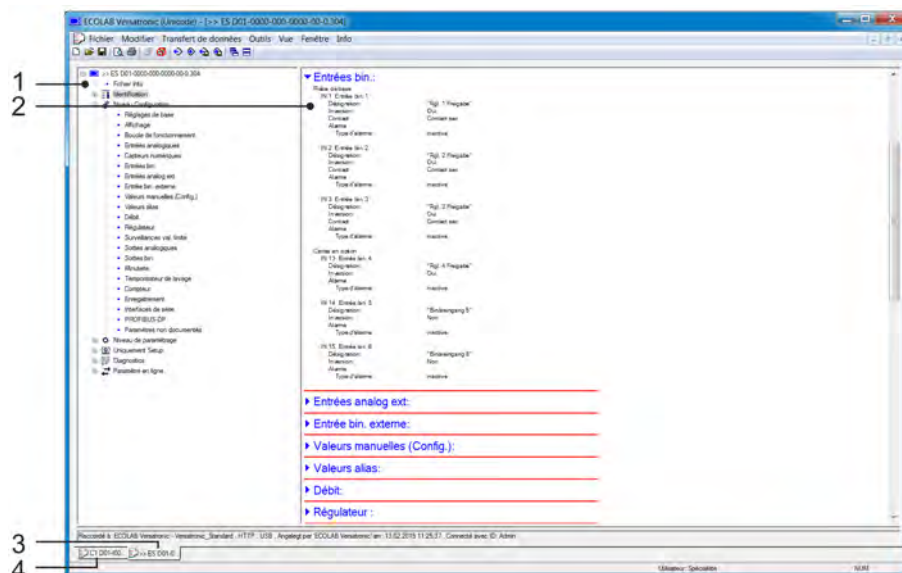

Fig. 105 : Modifier le fichier de configuration
1. ► Positionnez le pointeur de la souris entre deux groupes d'icônes (voir Fig. 105 .)